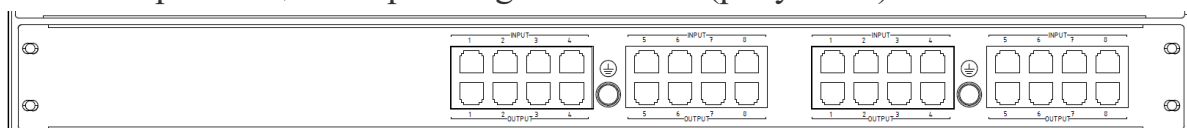

Рисунок 4 – Лицевая панель блока грозозащиты
2. Блок грозозащиты 8-port Gigabit PoE x 2 (рисунок 4).